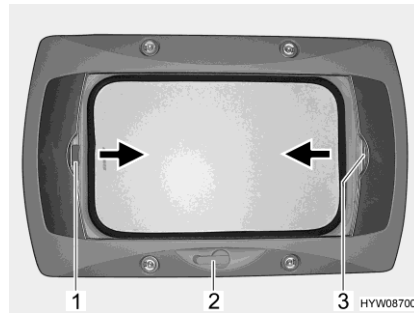

Fig. 72 Oblò a manovella
- Apertura:** ■ Ruotare la manovella (Fig. 72,2) fino a quando non si incontra resistenza.
- Chiusura:** ■ Tirare la tendina oscurante pieghevole per la maniglia (Fig. 72,3) nella direzione della freccia fino alla posizione desiderata e rilasciare. La tendina oscurante pieghevole rimane in questa posizione.
- Chiusura:** ■ Tirare la zanzariera a rullo per la maniglia (Fig. 72,1) nella direzione della freccia verso la maniglia contrapposta della tendina oscurante pieghevole (Fig. 72,3) e farla innestare.
- Apertura:** ■ Tirare la maniglia della zanzariera a rullo (Fig. 72,1) dietro, verso l'alto, e sganciare la zanzariera a rullo dalla tendina oscurante pieghevole (Fig. 72,3).